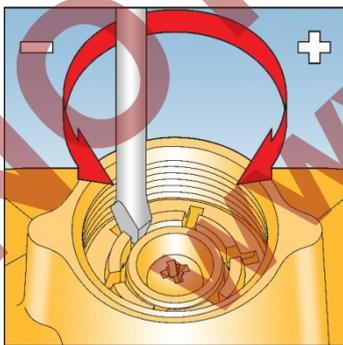

Fig. 11
40. Desrosqueie totalmente e remova a tampa para regulagem da mola. Veja Fig. 11.
42. Rosqueie o suporte da mola novamente, garantindo que a mola esteja abaixo dele. Veja Fig. 11.
54. Recoloque a tampa superior para regulagem da mola, garantindo que a tampa interna fique na parte superior do alojamento. Veja Fig. 11. (Se a válvula for só para bloqueio por baixa pressão, garanta que o tubo espaçador esteja bem apertado)